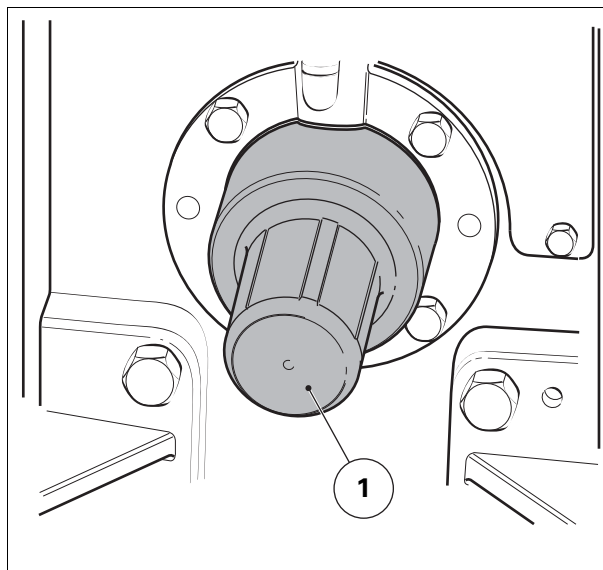

Рис. 8.
- Убедитесь, что при установке кожуха MOM ((1)) вал MOM не используется рис. 8.